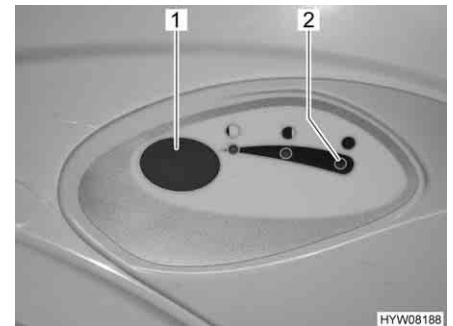

Fig. 265 Bouton pour la chasse d'eau/
- Pour actionner la chasse d'eau, appuyer sur le bouton bleu (Fig. 265,1).
Le voyant de contrôle (Fig. 265,2) s'allume lorsque le réservoir pour matières fécales doit être vidé.